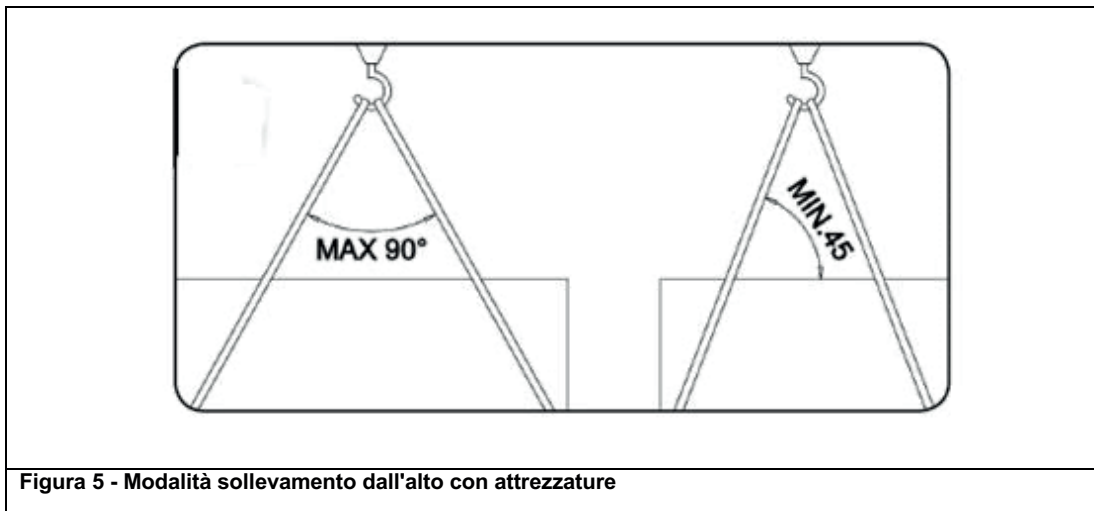

Figura 5 - Modalità sollevamento dall'alto con attrezzature
- 6] Procedere con l'imbragatura interponendo eventualmente delle protezioni (teli o cartoni) tra la macchina e le cinghie per non rovinare le parti verniciate, nei punti indicati in Figura 5.